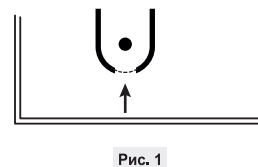

Рис. 1
- Перекусите перемычку клеммной колодки бокорезами или подобным инструментом, отогните клемнную колодку наружу. (Рис. 1).